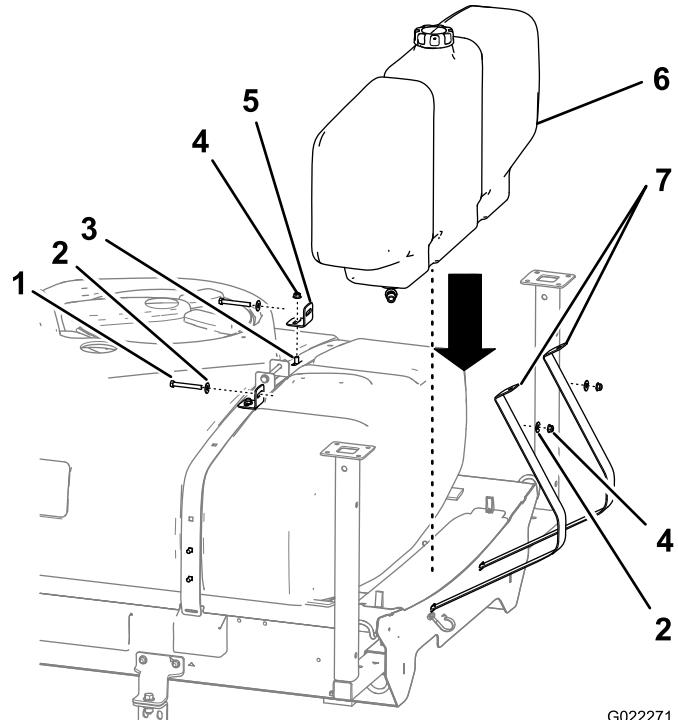

図 3
1. すすぎタンクを取り付ける（図 3）。
2. フランジナット2個を使って、すすぎタンクブラケットを、タンクベルトのキャリッジボルト2本に取り付ける（図 3）。
4. すすぎタンク固定ベルトをブラケットに接続する；ボルト（2本）、フランジナット（2個）、大きいワッシャ（4枚）を使用して図3のように接続する。